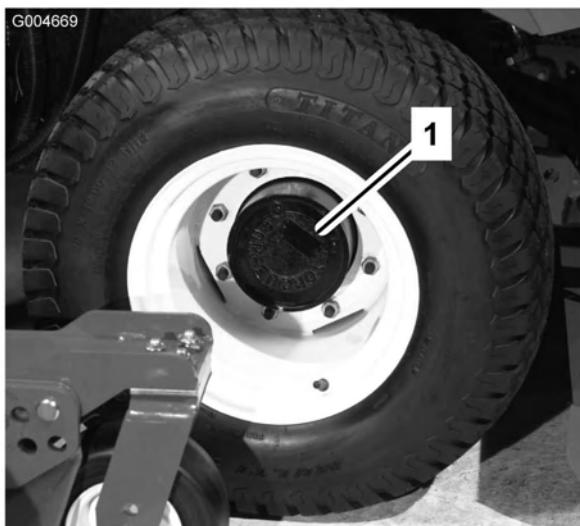
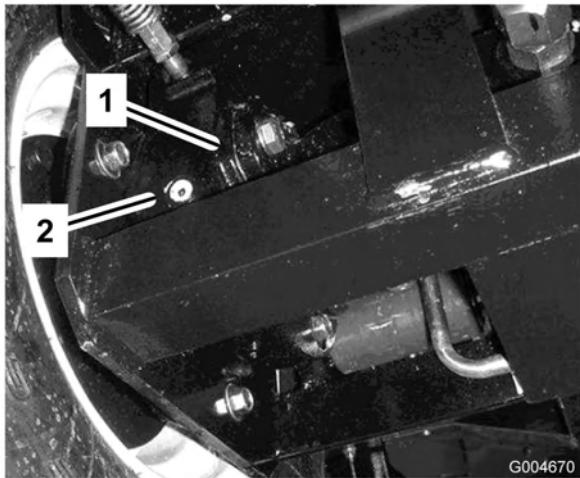

Figura 10
Figura 11
- Coloque a máquina numa superfície nivelada e posicione a roda de forma a que o tampão de verificação/escoamento se encontre na posição das duas ou dez horas (Figura 10).
- Retire o tampão da engrenagem planetária (Figura 10) e verifique o tampão que se encontra na zona traseira do travão (Figura 11). O óleo deverá ser visível no fundo do orifício do tampão de verificação, que se encontra na zona traseira do travão.